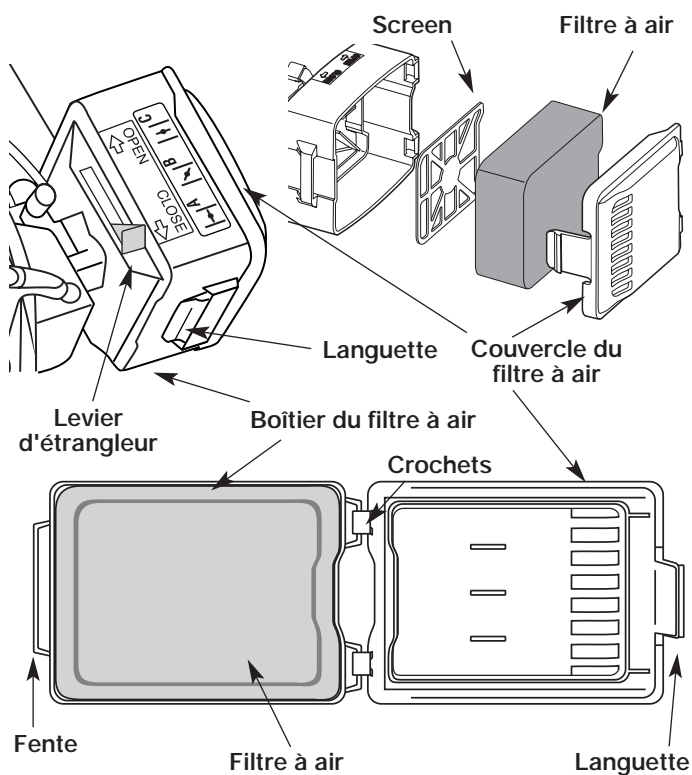

Fig. 22
1. Ouvrez le couvercle du filtre à air. Enfoncez la languette située à gauche du couvercle, tirez celui-ci vers vous pour le dégager du boîtier du filtre à air (Fig. 22).
2. Retirez le filtre à air et l'écran derrière lui (Fig. 22).
6. Remplacez le filtre et l'écran (Fig. 22).
7. Réplacez le couvercle du filtre à air. Placez les crochets à droite du filtre à air dans les fentes situées à droite du boîtier du filtre à air (Fig. 22).
8. Pivotez le couvercle vers la gauche jusqu'à ce que la languette du couvercle du filtre s'enfonce d'un déclic dans la fente sur le côté gauche du boîtier du filtre (Fig. 22).